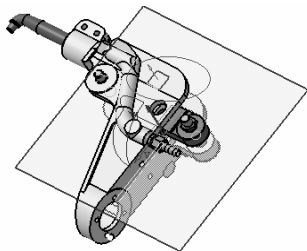

图 5-146
- 单击 Geometrical Target (几何目标) 按钮, 通过在几何图形中选择某一几何元素来定位剖切面。剖切面的法向与所选几何元素的法向相同, 如图 5-146 所示。